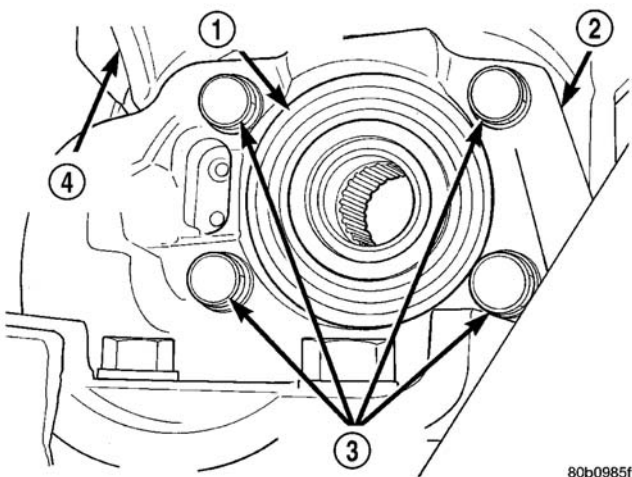

图 13 轮毂 / 轴承固定螺栓
(15) 卸下轮毂 / 轴承至桥的固定螺栓 (图 13)。
(2) 安装轮毂 / 轴承固定螺栓。以逐步交叉方式紧固 4 个轮毂 / 轴承固定螺栓 (图 13), 直至制动钳适配器和轮毂 / 轴承垂直入位到桥上。然后紧固轮毂 / 轴承固定螺栓至  $129\text{N}\cdot\text{m}$  ( $95\text{ ft}\cdot\text{lbs.}$ ) 的扭矩。